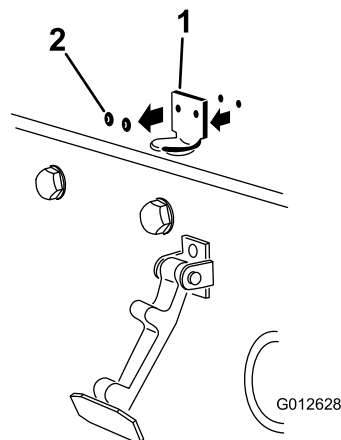

図 6
2. フードラッチブラケットをフードに固定しているリベット2本を外す 図 6。